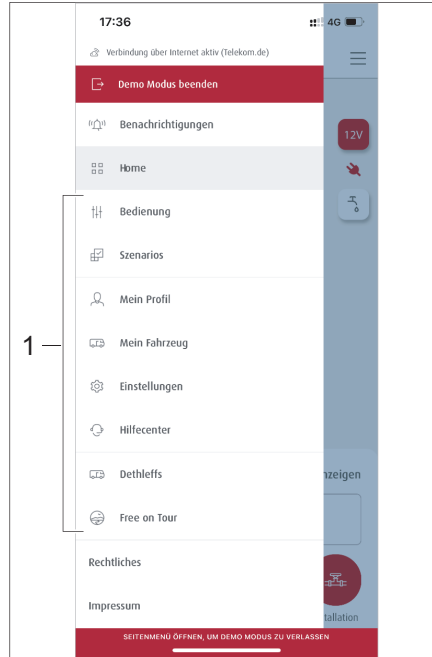
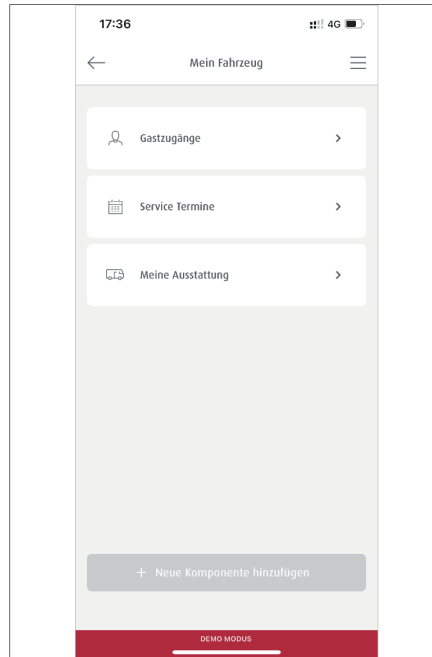

Bild 282 Untermenüs
Bild 287 Untermenü Mein Fahrzeug
Es werden die Untermenüs (Bild 282,1) angezeigt.
- Im Menü-Bereich auf *Szenarios* (Bild 282,1) tippen.
- In den Untermenüs (Bild 282,1) das Menü *Bedienung* wählen.
- In den Untermenüs (Bild 282,1) das Menü *Mein Fahrzeug* wählen. Im Untermenü *Mein Fahrzeug* (Bild 287) können Gastzugänge eingerichtet werden, Service Termine geplant und die Ausstattung des Fahrzeugs eingegeben werden.